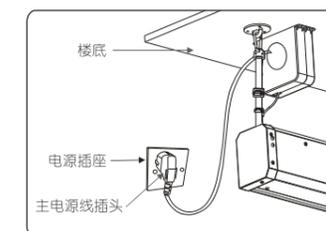

图 15
9. 将主电源线另一端插头插入电源插座, 使银幕接通电源(如图15)。